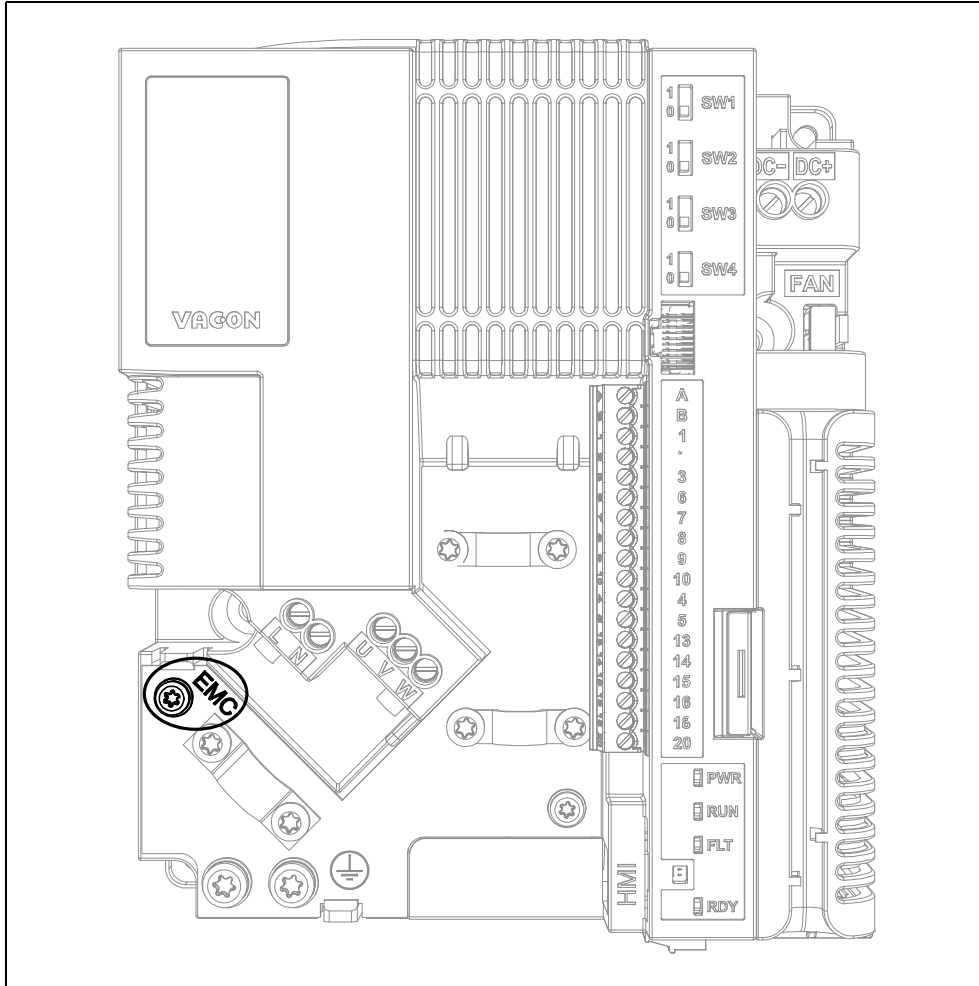

Abbildung 43. Änderung der EMV-Klasse bei der Baugröße MU2 (1-phasige Baureihe).
**1** Die EMV-Schraube entfernen, wie auf Abbildung 43 gezeigt wird.